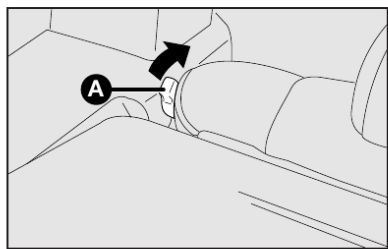

fig. 86
4) Desencaixar o encosto, movendo as alavancas laterais A-fig. 86 no sentido da seta.
Para isso, destravar a alavanca da direita ou da esquerda A-fig. 86 e rebater para a frente o encosto até obter uma única superfície de carga.